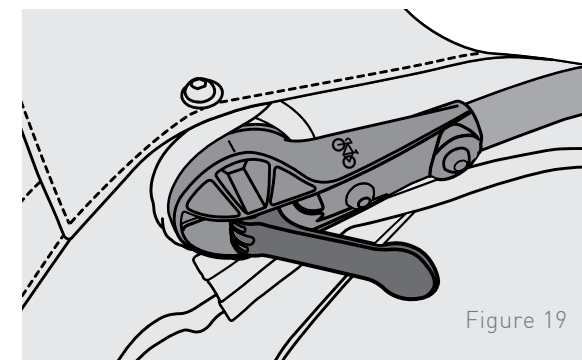

Figure 19
1. **Mode remorquage** : Tournez toujours l'arceau de sécurité vers l'avant lorsque la remorque est en mode remorquage (Figure 18A). L'arceau de sécurité doit être horizontal et parallèle au sol, de sorte que la marque sur le guidon soit alignée avec le boulon qui attache le couvercle (Figure 19).
2. **Mode promenade** : l'arceau de sécurité peut être tourné pour servir de guidon lorsque la remorque est en mode promenade (Figure 18B). Tirez le levier pour tourner (Figure 19).